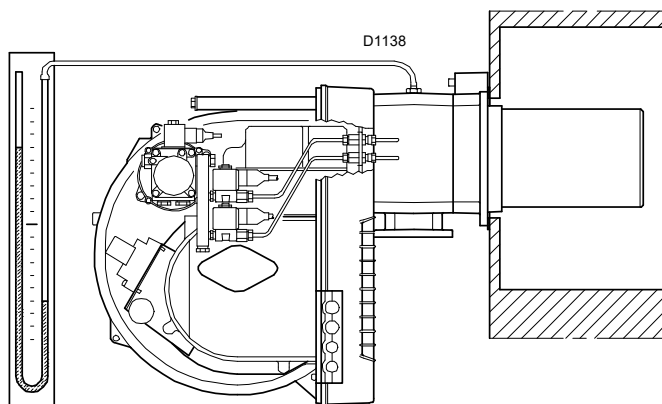

Рис. 32
- Подсоедините U-образный манометр (Рис. 32) к штуцеру для замера давления газа.
Поступление газа на патрубок определяется по U-образному манометру (Рис. 32).